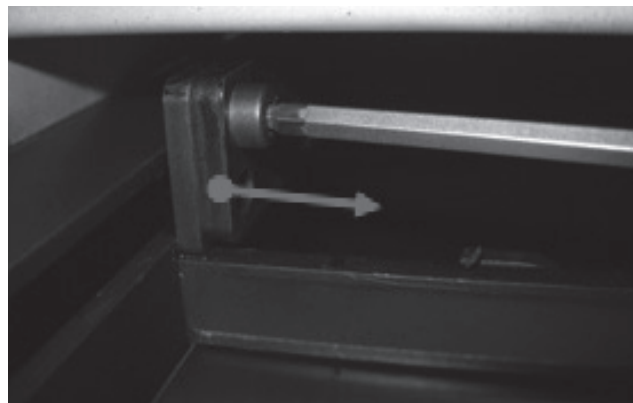

Figure 7a
2. Dévisser les vis M5x10 des deux côtés de l'appareil à l'aide d'une clé six pans creux de 4 mm (tête sphérique). Vue de la **figure 7a** : de dessous entre la vitre et le capot de porte